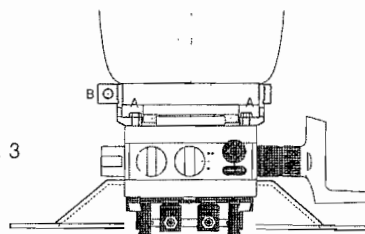

fig. 4
5.1. Montaggio di una "sensitiv" su macchine senza fori filettati Fig. 4